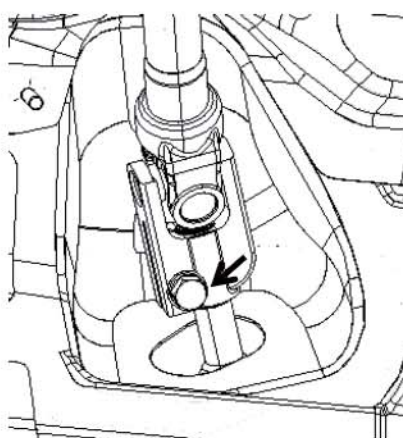

图 3-14 断开中间轴与加长轴连接
①在中间轴下端与加长轴配合处做好配合标记，如图 3-14 所示。
②此时可以套上转向盘转动，使螺栓处于方便操作的位置，松开螺栓，拔出中间轴。